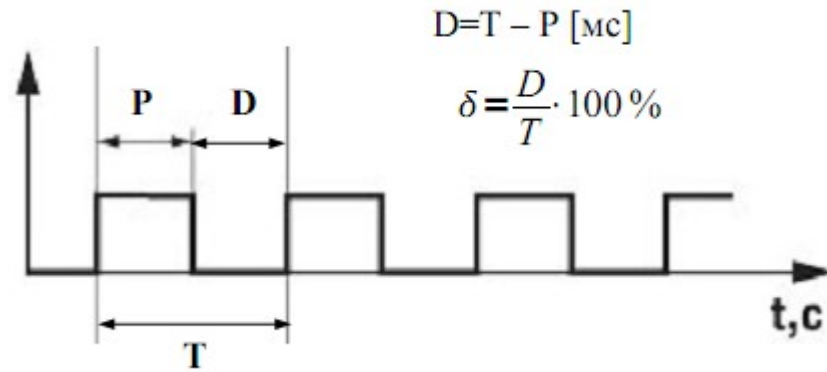

Рис. 7. «Мертвое» время.
2. Зависимость «мертвого» времени (рис. 7 — площадки, когда нет импульса в периоде в % от периода) от частоты генератора  $f_{osc}$  при различных емкостях конденсатора  $C_T$ .